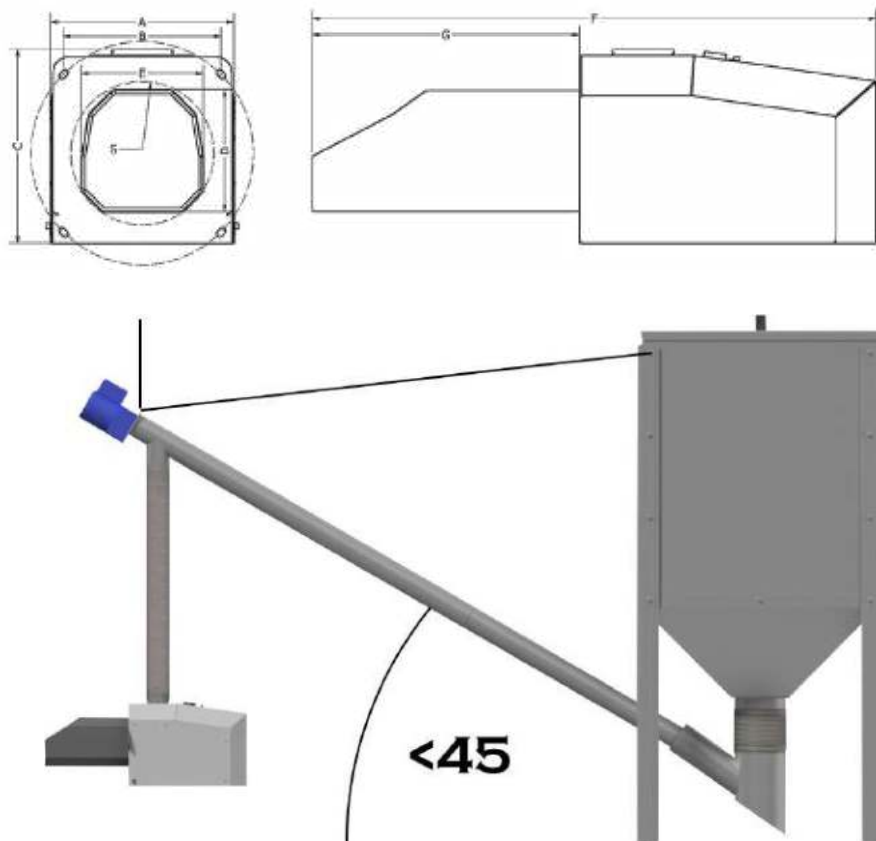

Рисунок 5 – Общий вид винтового подающего устройства с Горелкой и бункером
5. Отмерить и отрегулировать длину подающего устройства пеллет, не забывая при этом, что угол между основанием и трубой подающего устройства не должен превышать 45°. (См. рис. 5).
6. Подвесить подающее устройство на цепочке. (См. рис. 5).